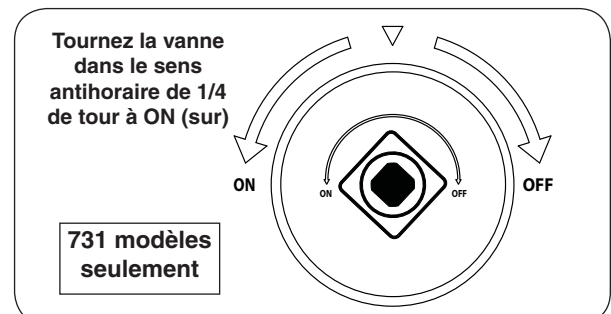

Fig. 40-2 SUR/ÉTEINDRE vanne clé détail
3. Si muni, tournez la SUR/ÉTEINDRE vanne clé de la hauteur dans le sens antihoraire de 1/4 de tour à la position **ON** (sur) (Fig. 40-2).
4. Localisez la télécommande et appuyez sur la touche **ON** (sur) (voir Fig. 40-2). La séquence d'allumage commence.